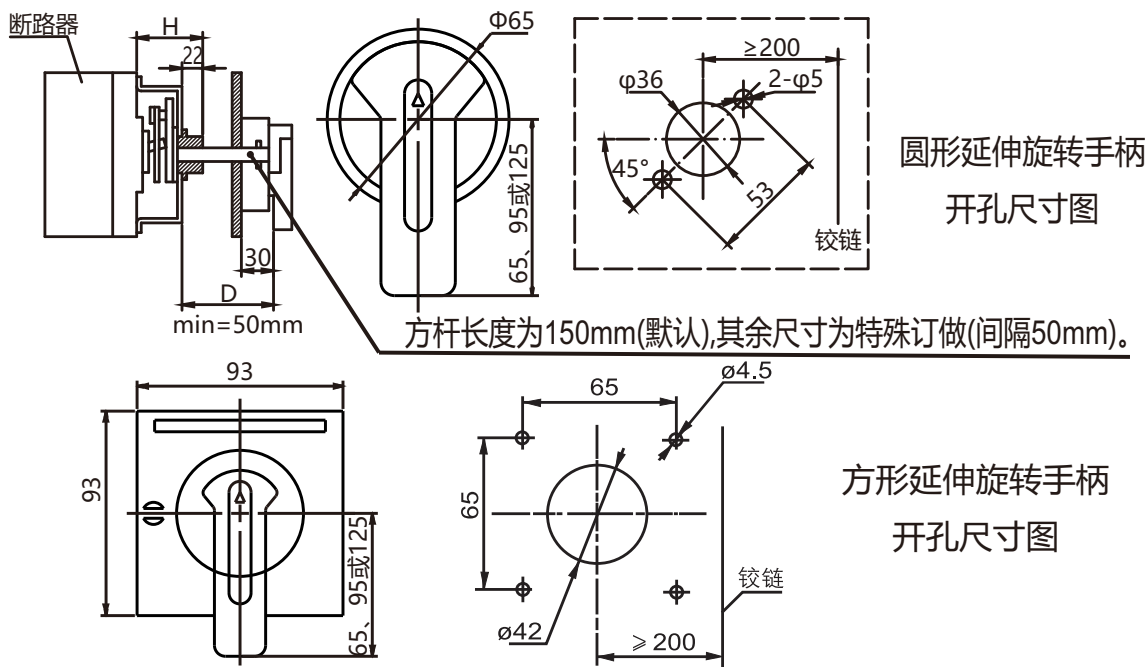

图6 手动操作机构尺寸图
5.2.2 手操机构安装时先按图示尺寸开孔，在开关柜门板上当转动手柄“OFF”指示在水平位置时固定好柄。然后试着操作手柄，转动应灵活自如，并且手柄在水平位置时断路器应分闸，手柄在垂直位置时断路器应合闸。具体见图6和表6。